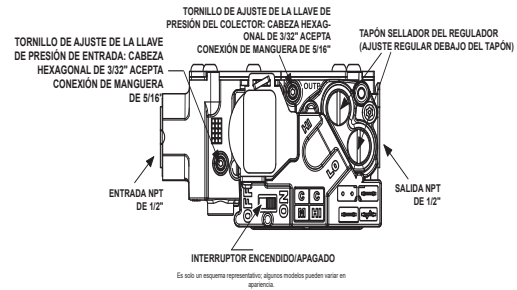

Fig. 64 – Válvula de gas con puertos de presión de torre
1. Ajuste la presión del múltiple para obtener una baja tasa de entrada de fuego. Consulte la Fig. 64.
- h. Quite la tapa de ajuste del regulador de presión de la válvula de gas de calor bajo y gire el tornillo de ajuste de calor bajo (3/16 in o un destornillador de punta plana más pequeño) hacia la izquierda (hacia afuera) para disminuir la tasa de entrada o hacia la derecha (hacia adentro) para aumentar la tasa de entrada. Consulte la Fig. 64.
2. Ajuste la presión del múltiple para obtener una alta tasa de entrada de fuego. Consulte Fig. 64.
- b. Quite la tapa de ajuste del regulador de presión de la válvula de gas de calor alto y gire el tornillo de ajuste de calor alto (3/16 in o un destornillador de punta plana más pequeño) hacia la izquierda (hacia afuera) para disminuir la tasa de entrada o hacia la derecha (hacia adentro) para aumentar la tasa de entrada. Consulte la Fig. 64.